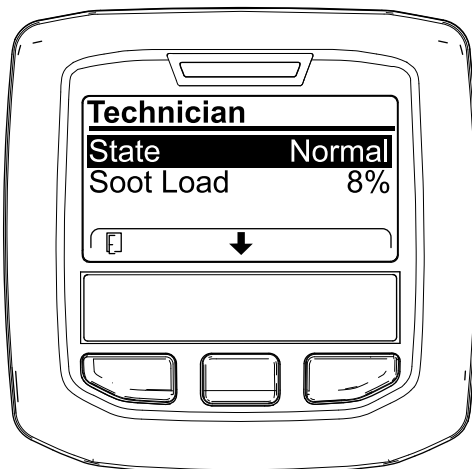

Figura 36
- Utilice la tabla de funcionamiento del DPF para consultar el estado actual del DPF (Figura 36).